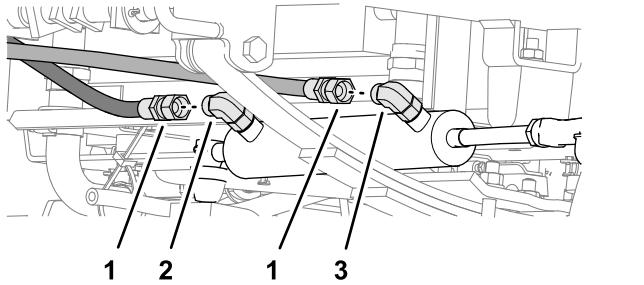

Figura 73
1. Desencale os tubos do cilindro de direção das uniões de 90° nas portas de extensão e retração do cilindro de direção (Figura 73).